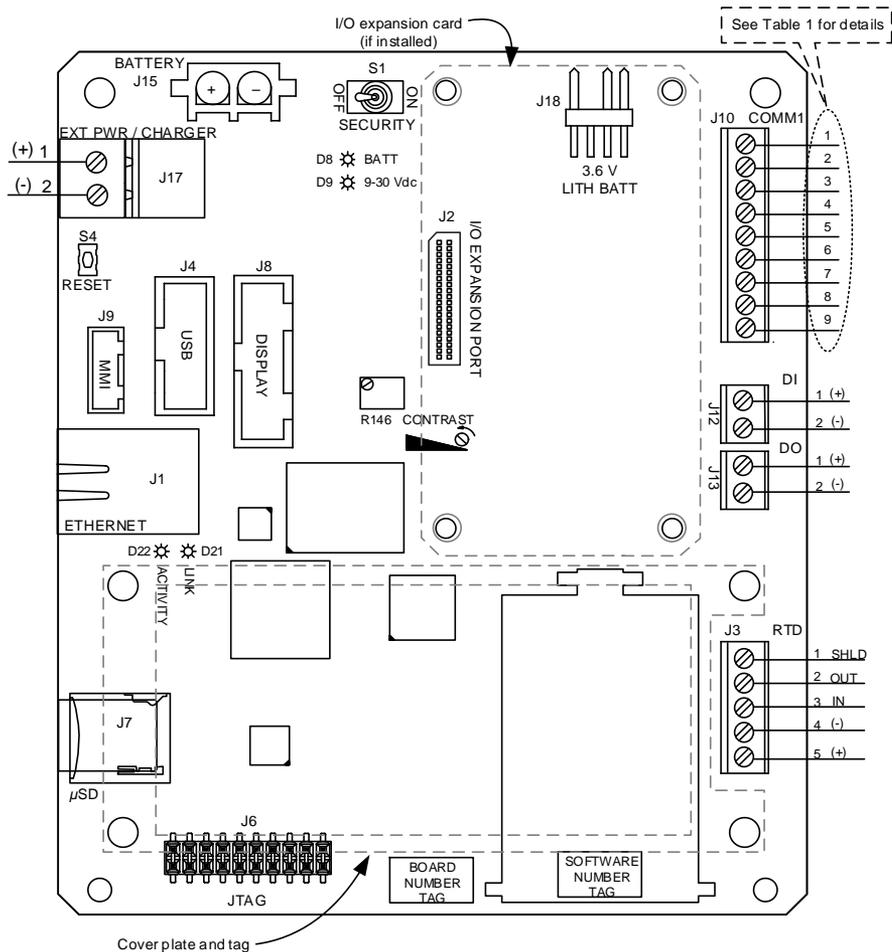
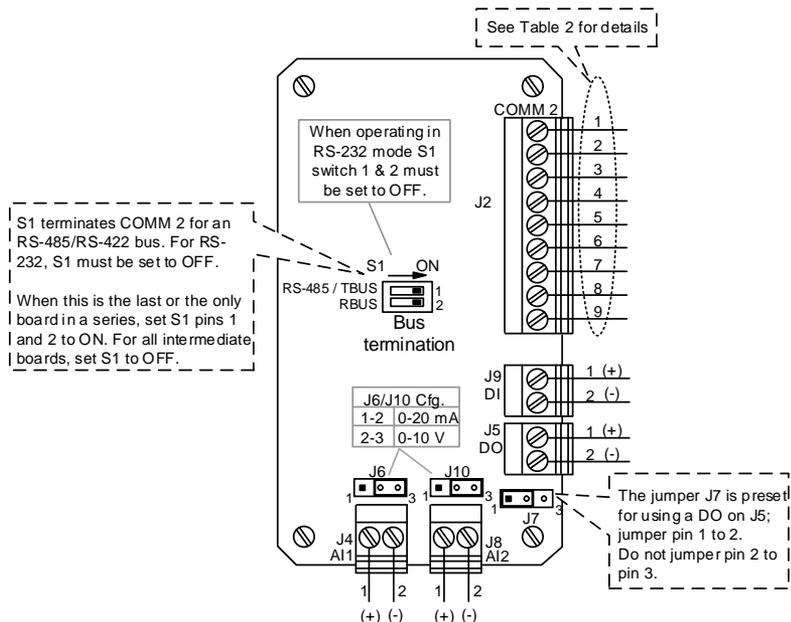

Figura 12: Placa, pinagens e comunicação do μ FLO^{G5}
Figura 13: Placa de expansão de E/S
A Figura 12 representa a placa eletrônica do $\mu\text{FLO}^{\text{G5}}$ e identifica os blocos de terminais, comutadores e pinagens designadas.
A placa de expansão de E/S adiciona 1 porta de comunicação selecionável por software (COM 2), 2 AIs, 1 DI/PI e 1 DO (Figura 13). A placa é instalada na porta de expansão (J2) do μ FLO^{G5} mostrada na Figura 12, página 21. A Tabela 2 estabelece as pinagens para a COM 2.
1. Encaixe o conector da placa de E/S (J1) na porta de expansão de E/S (J2) na placa eletrônica principal (Figura 12, página 21), mas não empurre a placa para assentar.